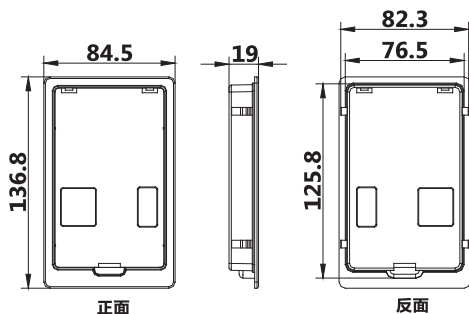

图7.2a 托板示意图
7.4.3 图7.2a：托板示意图，操作面板也可以安装在托板中，再通过托板安装到柜门门板上。